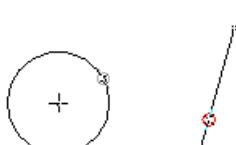

图 4.11.12 锁定操作的过程
Step6. 移动鼠标指针寻找圆弧的终点（设计意图是想把终点放在直线 B 上），当鼠标指针移到直线 B 上时，直线上出现红色的小圆圈 （图 4.11.12），表明系统已经捕捉到直线上的一点作为圆弧的终点。